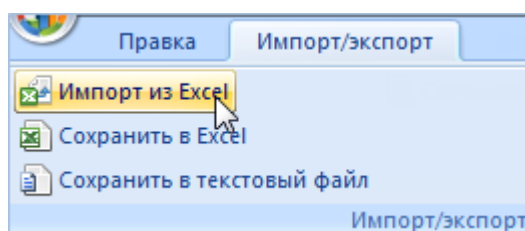

Рис. 13-61 – Импорт экземпляров из файла Excel
2) Выбрать в рабочем окне «Экземпляры» папку, в которую будут добавлены данные из файла, и нажать кнопку «Импорт из Excel» панели «Импорт/экспорт» (рис. 13-61).